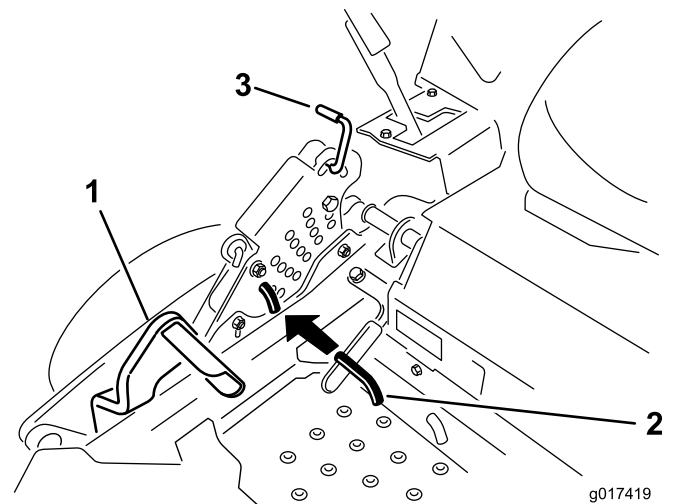

Figura 25
2. Pise el pedal de elevación de la carcasa y eleve la carcasa a la posición de transporte (que es también la posición de altura de corte de 140 mm [5½"]) (Figura 25).
3. Para ajustar la altura de corte, gire el pasador 90 grados y retire el pasador del soporte de altura de corte (Figura 25).
4. Seleccione el taladro del soporte de altura de corte que corresponde a la altura de corte deseada, e inserte el pasador (Figura 25).